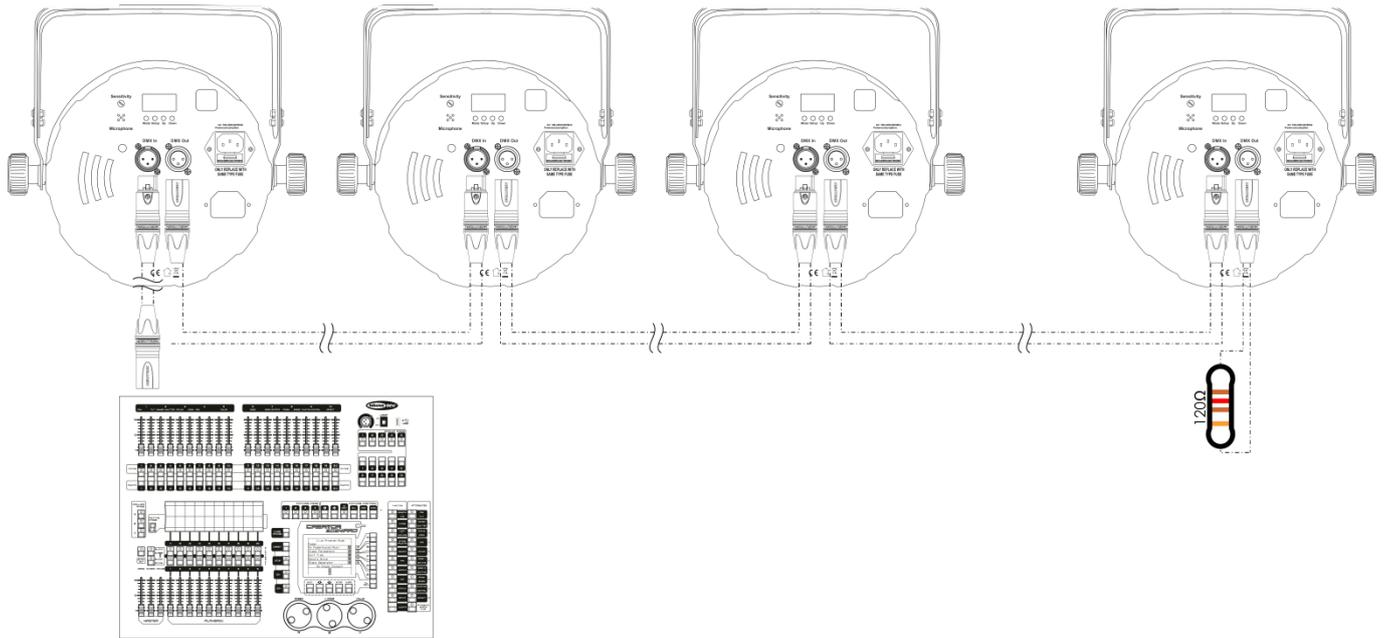

Fig. 03
- 04) Interconecte las unidades como se indica en la Fig. 03. Conecte un cable de señal DMX que vaya desde el conector DMX Out (salida) de la primera unidad al conector DMX In (entrada) de la segunda unidad. Repita este proceso para interconectar las unidades segunda, tercera y cuarta.